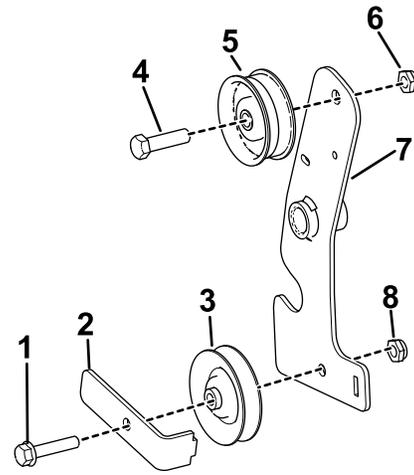

Figura 17
A. Montate la puleggia di rinvio piatta sulla parte superiore del braccio della frizione di trazione, e fissate con il bullone (3/8" x 1 3/8") e il dado di bloccaggio (3/8") (Figura 17)
B. Montate la puleggia di rinvio V, la cinghia di trazione e il guidacinghia sulla parte inferiore del braccio della frizione di trazione, e fissate con il nuovo bullone (5/16" x 1 1/2") e il dado di bloccaggio (5/16") (Figura 17)